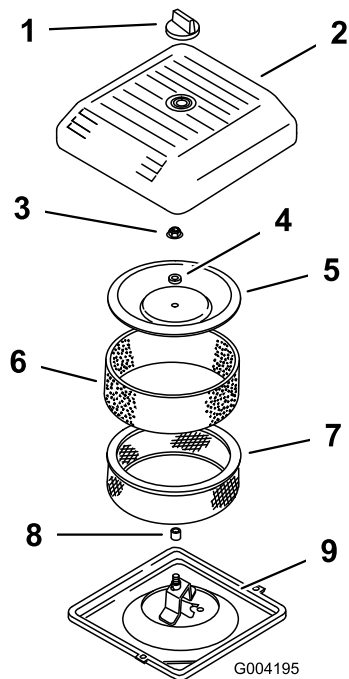

図 44
3. エアクリーナのカバーを固定しているノブを外し、カバーを取り出す(図 44)。
4. ペーパーエレメントについているスポンジエレメントを注意深く外す(図 44)。
5. カバーナットを外し、カバー、スペーサ、ペーパーエレメントを外す(図 44)。
2. エアクリーナのベースにエアクリーナアセンブリを取り付ける 図 44。
3. カバーとスペーサを元どおりに取り付け、ナットで固定する(図 44)。ナットを 11N・m 1.09kg・m = 95in-lb にトルク締めする。
4. エアクリーナのカバーを元通りに取り付け、ノブで固定する(図 44)。